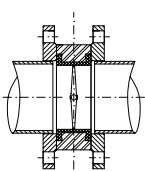

рис. 1
1. Для монтажа межфланцевых дисковых затворов GROSS в системах из стальных труб следует использовать стальные приварные встык (воротниковые) фланцы по ГОСТ 12821-80 соответствующего условного диаметра для всех типоразмеров затворов. ПРИ МОНТАЖЕ ЗАТВОРОВ УСТАНОВЛИВАТЬ ПРОКЛАДКИ МЕЖДУ ЗАТВОРОМ И ФЛАНЦЕМ НЕ ДОПУСКАЕТСЯ. Использовать стальные плоские приварные фланцы по ГОСТ 12820-80 для монтажа затворов недопустимо (рис. 1).